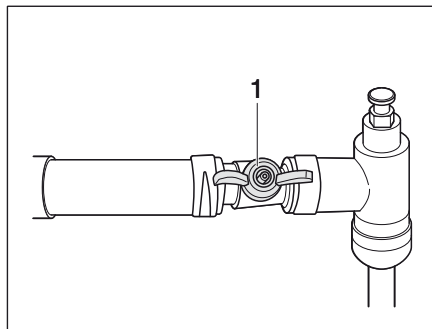

Bild 309 Avstängningsventil Alde, öppnad
- Ställ avstängningsventilen (Bild 309,1) på tvären mot rörledningen.
- Ställ avstängningsventilen (Bild 309,1) parallellt med rörledningen.